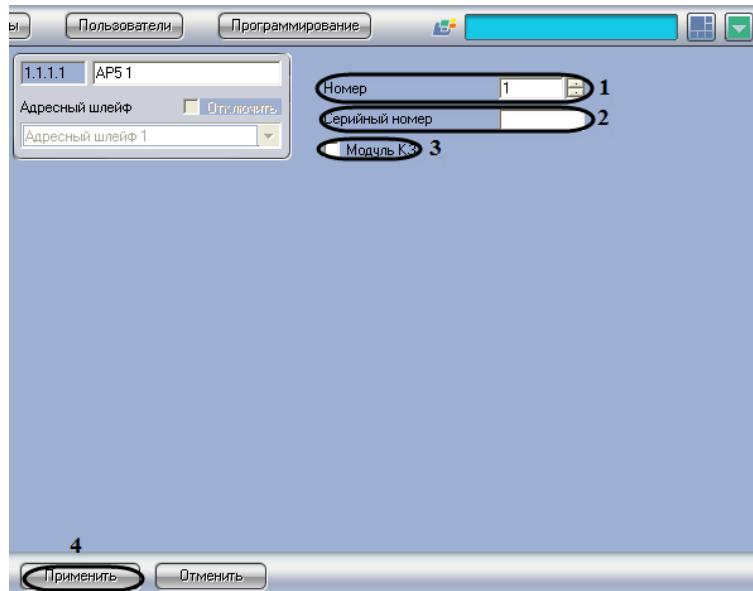

Рис. 3.5—12 Панель настроек объекта AP5
- В поле **Номер** необходимо с помощью кнопок **вверх-вниз** ввести порядковый номер в списке устройств (см. Рис. 3.5—12, 1).
- В поле **Серийный номер** необходимо ввести серийный номер устройства (см. Рис. 3.5—12, 2).